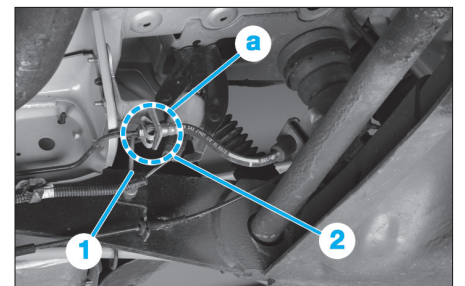

Fig. 30
- les flexibles de frein en (a) (Fig.30),